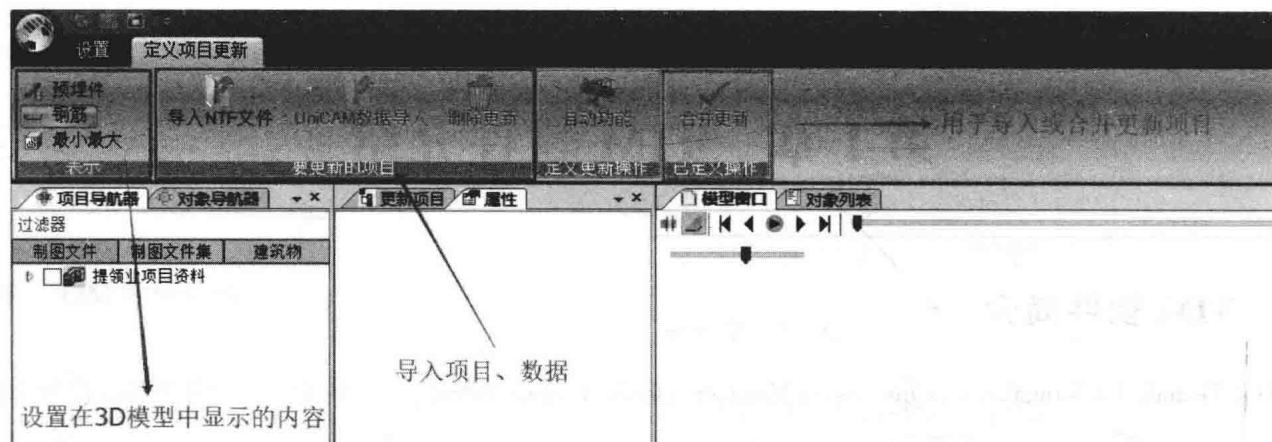

图 1-2
(2) 在表示选项栏中可以通过预埋件、钢筋等选项设定构件及 3D 建筑模型中的显示元素。要更新的项目选项栏中可以将 NTF 文件、UniCAM 数据导入以及删除更新。在已定义操作栏中可以对导入的项目进行合并更新，如图 1-2 所示。